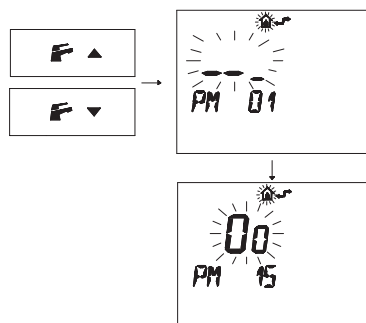

Figura 5.33
- Premere i pulsanti **F** ▼ o **F** ▲ per visualizzare la programmazione "**PM15**" abilitazione della sonda esterna (Figura 5.33).